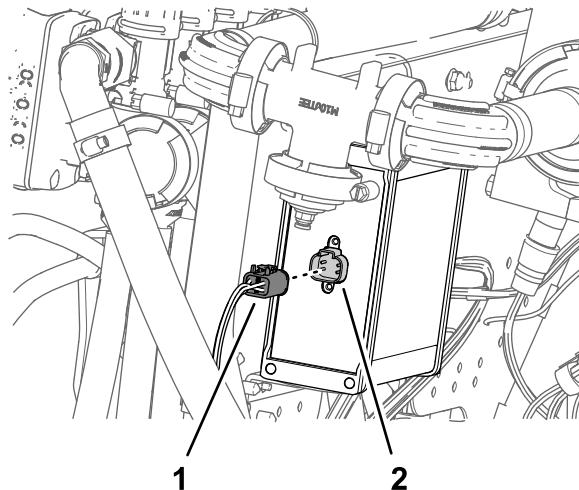

Рисунок 133
- Вставьте 4-гнездовой разъем с маркировкой TO ASC 10 (к ASC 10) в 4-штыревой разъем контроллера опрыскивателя ASC 10 (Рисунок 133).